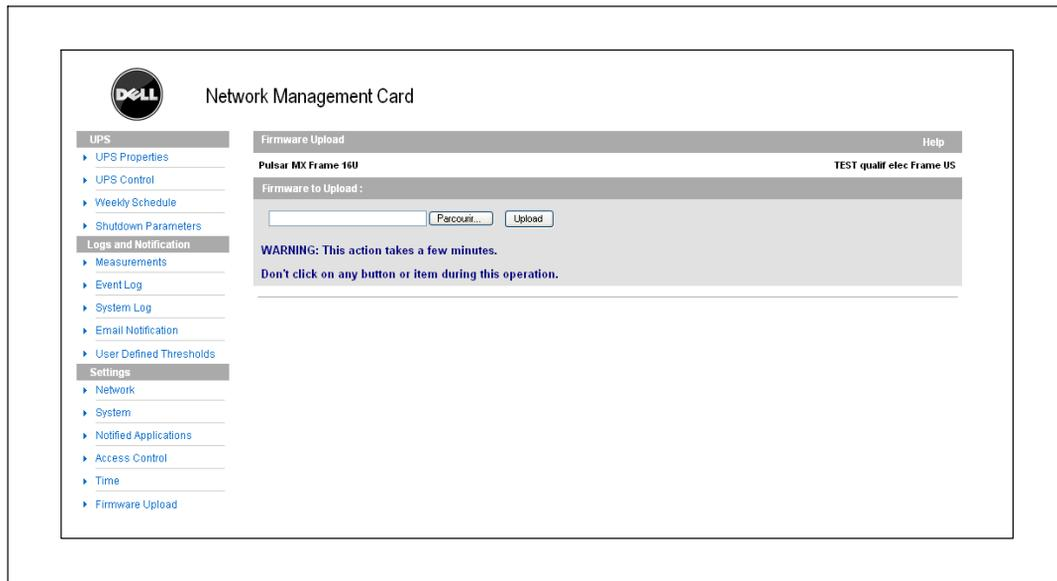

Figura 46. Página Carga de Firmware
- 2 Haga clic en **Carga de Firmware** desde la barra de menús para abrir la página Carga de Firmware (consulte la Figura 46).